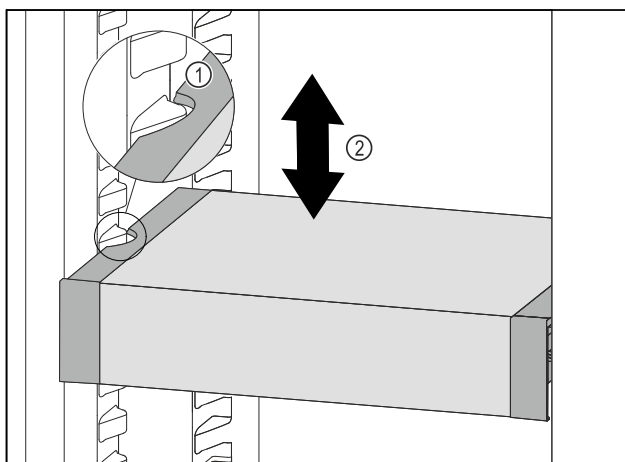

Fig. 118
- ▶ VarioSafe vucite prema naprijed sve dok se bočni otvori VarioSafe ladice ne nađu na visini žlijeba spremnika u hladnjaku. Fig. 118 (1)
- ▶ Pomičite ladicu VarioSafe u hladnjaku prema gore ili dolje sve dok ne dosegnete željenu visinu. Fig. 118 (2)